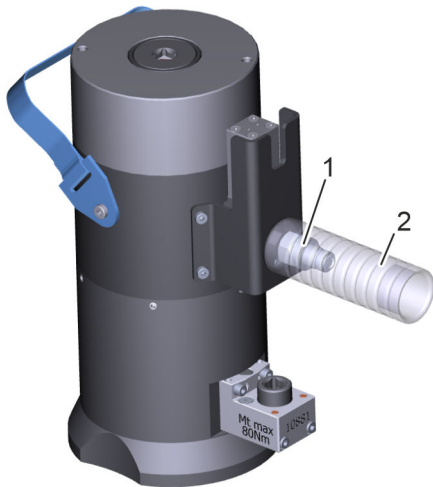

Abb. 20: Haltegriff abschrauben
4. ➔ Um an den Hydraulikschlauchanschluss (Abb. 20/1) zu gelangen, Haltegriff (Abb. 20/2) abschrauben.
13. Haltegriff (Abb. 20/2) anschrauben.